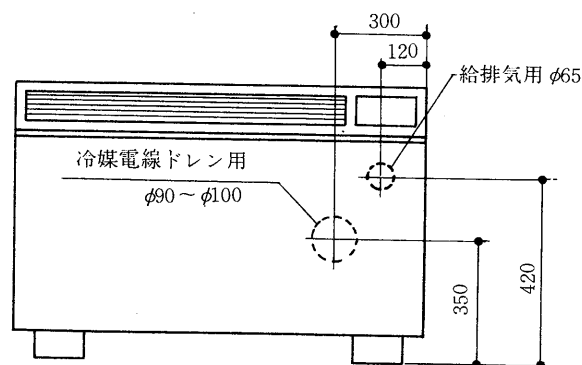

図3
- 標準背面配管の場合<給排気用穴と冷媒・電源・ドレン用穴とを2カ所穴あけする場合><図3>